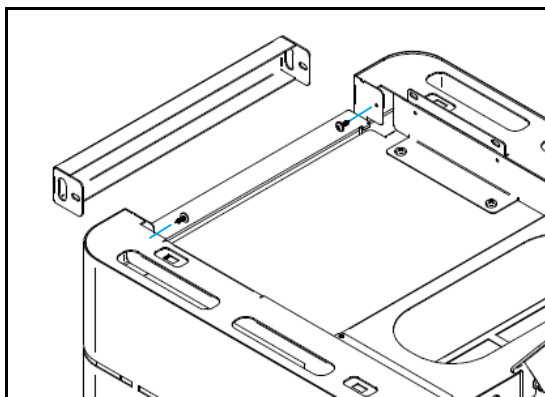

Figura 24 – Fijación de la tapa frontal, modelo K200
f) Para el modelo K200 todavía es necesario colocar la tapa frontal de acabado que vino junto con la máquina. Debes usar 2 tornillos del kit como se muestra en la Figura 24.